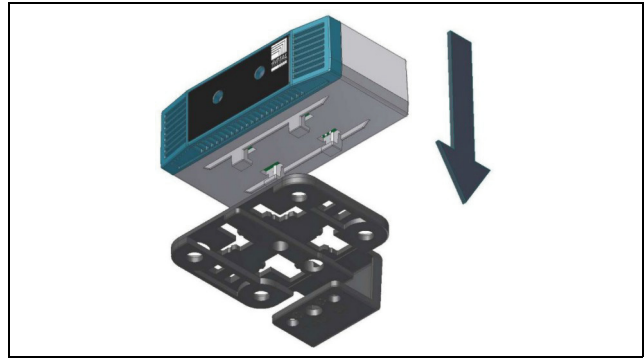
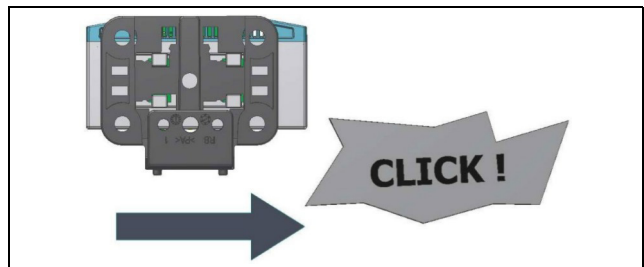

Abb. 2: Aufsetzen des Sensors auf den Halter
Abb. 3: Einrasten des Sensors auf dem Halter
- Setzen Sie dann den Universalsensor auf den Halter auf (Abb. 2) und rasten Sie ihn ein (Abb. 3).